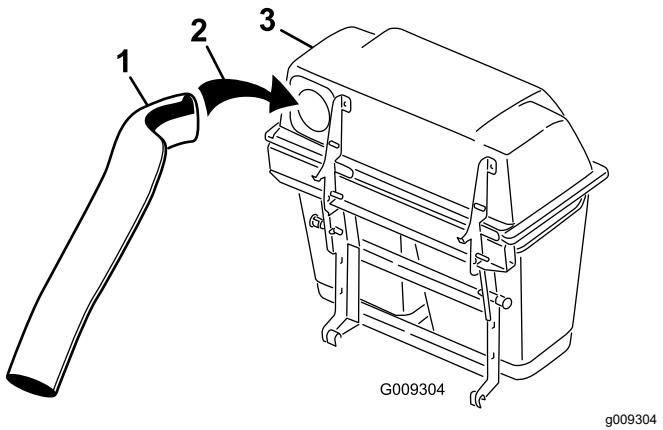
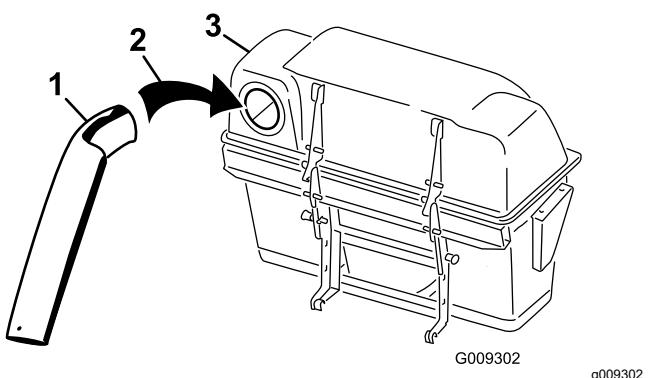

Figure 22
Figure 23
- Insérez le tube supérieur dans l'ouverture du système de ramassage puis ressortez-le pour que le joint en caoutchouc ressorte (Figure 22 ou Figure 23).